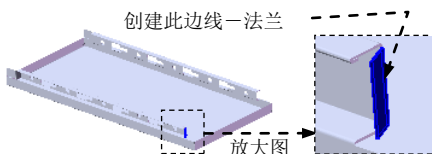
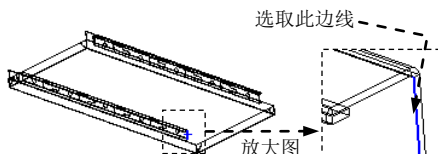

图 17.6.47 创建边线一法兰 19
图 17.6.48 定义特征的边线
Step23. 用相同的方法创建另一侧的边线一法兰 19 (图 17.6.47), 边线法兰的边线如图 17.6.48 所示。详细操作过程参见 Step19。